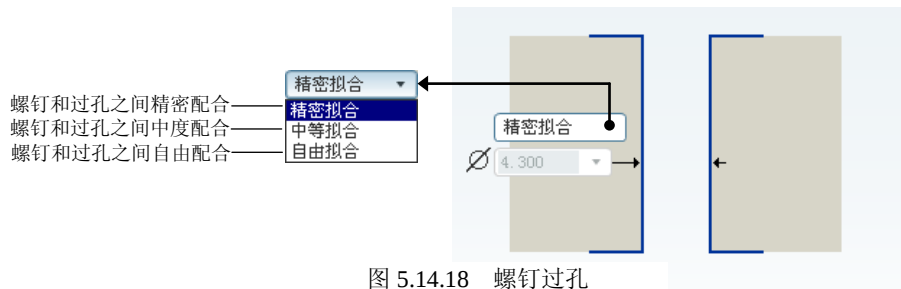

图 5.14.18 螺钉过孔
(4) 螺钉过孔形式。有三种形式的过孔:
- 在操控板中取消选择、和, 选择“间隙孔”, 再单击 **形状**, 则螺孔形式如图 5.14.18 所示。